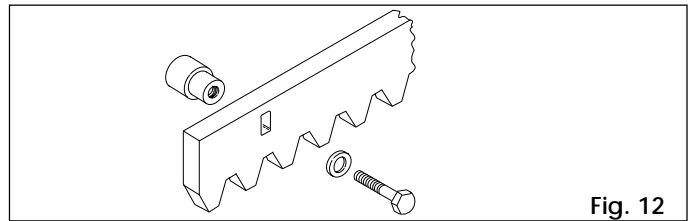

Fig. 12
**4.4.1. WELD-ON STEEL RACK (Fig. 12)**